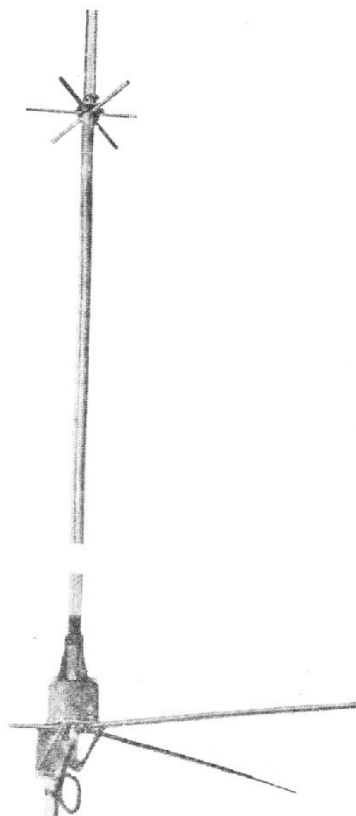

FIG. 2. - Antenne 1/2 onde professionnelle - antistatique parapluie horizontal système d'accord réglable.
- Accessoires d'émission 27 MHz (quartz, TOS mètre, antennes (Fig. 2), fiches et prises, micros spéciaux, etc.).